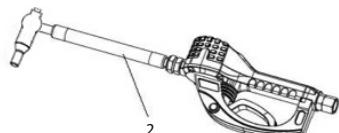

FIG. 3
- Gånga förlängningsrören (2) i mätuttaget med minst tre fulla varv (FIG. 3). Använd inte ett vrid-/lås- eller manuellt avstångningsmunstycke. Du måste använda ett automatiskt munstycke på mätaren, annars kan mätaren skadas.